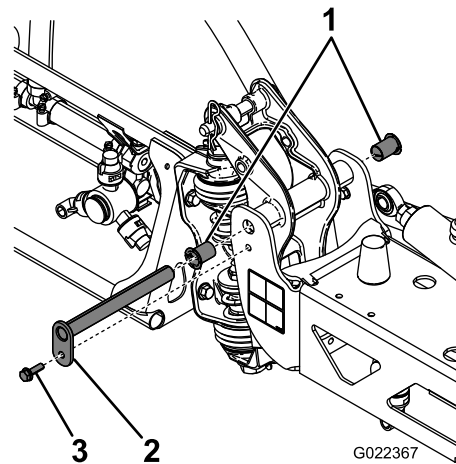

Figure 59
3. Lorsque le poids de la rampe est soutenu, retirez le boulon et l'écrou qui fixent l'axe de pivot à la rampe (Figure 59).
4. Retirez le boulon et l'écrou qui fixent l'axe de pivot, et déposez celui-ci (Figure 59).
- Déposez et examinez les bagues en nylon à l'avant et à l'arrière du support de pivot (**Figure 59**).
- Appliquez une petite quantité d'huile sur les bagues en nylon et montez-les sur le support de pivot (**Figure 59**).
- Montez la rampe et support de pivot dans le cadre central en alignant les trous (**Figure 59**).